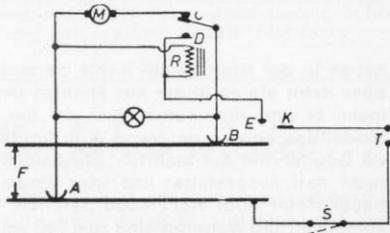
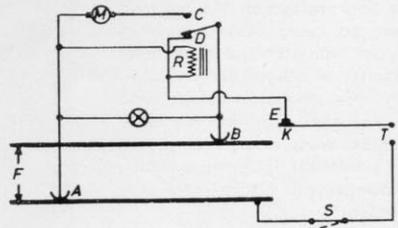

Abb. 1.
Abb. 2.
bringen ist, und einen Gleiskontakt K kurz vor dem Hauptsignal (Abb. 1). Als Fahrstrom (F) kann Gleich- oder Wechselstrom verwendet werden, desgleichen spielt die Stromart der bei T eingespeisten Spannung für die Auslösung der Zugbeeinflussung ebenfalls keine Rolle. Es ist nur darauf zu achten, daß T und F zwei getrennte Stromquellen sind (gemeinsamer Rückleiter).
In Abb. 1 nähert sich die Lok gerade dem Kontakt K. Der Strom fließt von A durch den Motor M über den Ruhekontakt C des Relais R nach B. In dem Augenblick, in dem der Kontakt vom Schleifer (E) berührt wird (Abb. 2), erfolgt ein Stromstoß von T über den Kontakt K, das Relais R nach A und über den Schalter S wieder nach T. Dieser Schalter ist wegen dem auf „Halt“ stehenden Signal geschlossen. (In Stellung „Fahrt frei“ ist S geöffnet und es kann somit kein Stromstoß erfolgen.) Das Relais spricht
Wie Sie sicher bereits festgestellt haben, bleibt die Zugbeleuchtung bei haltender Lok brennen. Diese Möglichkeit der konstanten Zugbeleuchtung (wenn man es so nennen darf) kann man auch im Bahnhof anwenden. Dazu benötigt man eine Kontaktschiene KS (Abb. 3), die unsichtbar am Bahnsteig B oder neben dem Gleis angebracht werden kann. Fährt ein Zug in den Bahnhof ein, so berührt er KS. (Die Geschwindigkeit kann dabei ohne Bedenken etwas verringert werden.) Es genügt dann ein Druck auf die Taste D und die Lok bleibt nach Abb. 2 stehen, denn KS entspricht dem Kontakt K in Abb. 1 und 2. (Selbstverständlich müssen K und KS die gleiche Lage zum Gleis haben.)